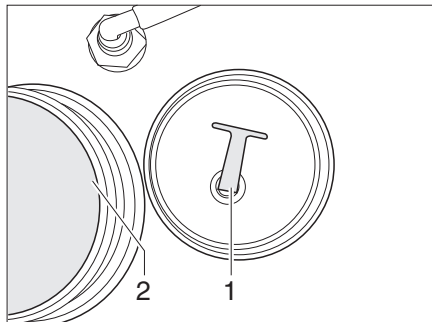

Fig. 340 Tapón de cierre
- Extraer o desenroscar el tapón de cierre (Fig. 340,1) del orificio de salida (Fig. 340,2). Se vacía el agua.